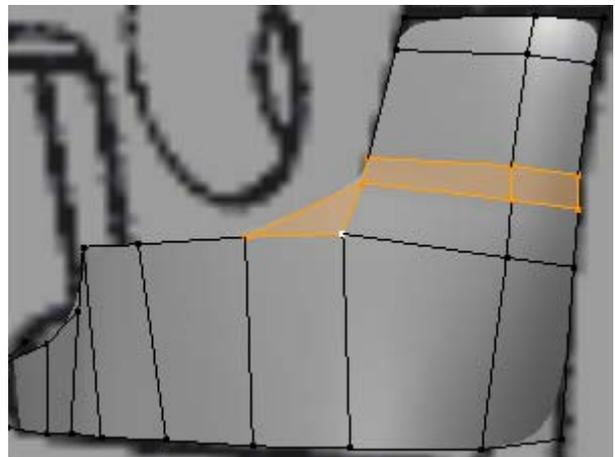

Figura 4.135
1. Selecciona e elimine os 2 contornos transversais assinalados na figura 4.135, **[X] > 7**, bem como a aresta superior do triângulo assinalado, **[X] > 2**, que não têm qualquer utilidade, pelo contrário, só estão a deformar inconvenientemente a malha.